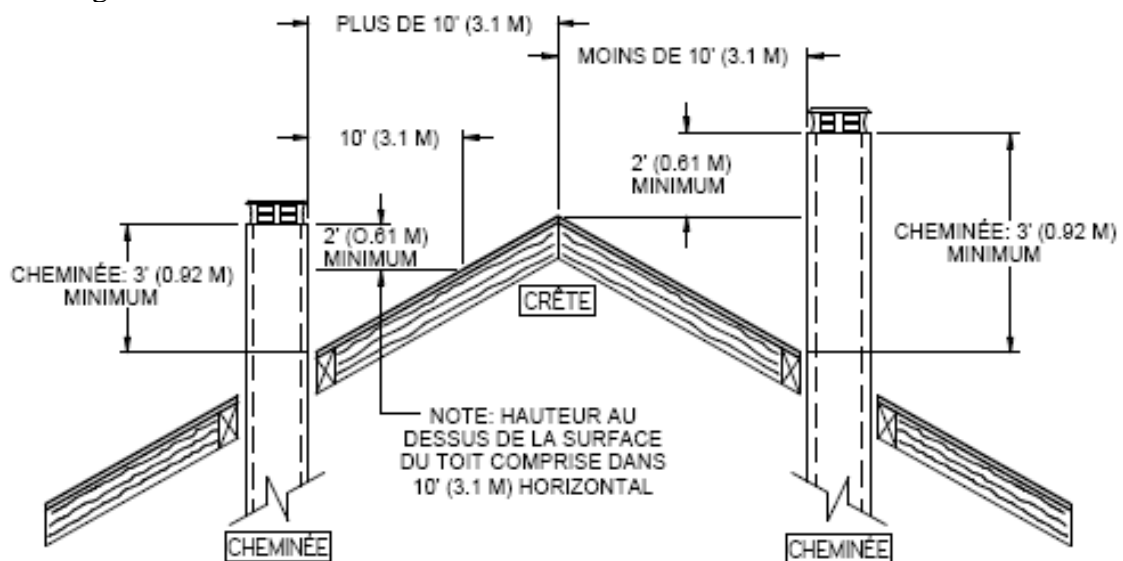

Figure 30a
6. La cheminée doit dépasser d'au moins 3 pieds (92 cm) au-dessus de son point de sortie du toit et d'au moins 2 pieds (61 cm) tout mur, toit ou édifice situé à moins de 10 pieds (3,1 m). Consultez les figures **Figure 30a et 30b** pour déterminer la configuration qui s'applique à votre toit (toit en pente ou plat et distance entre la cheminée et le point le plus élevé du toit et/ou la cheminée la plus proche.)